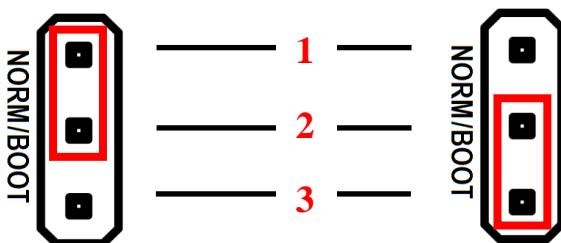

Рисунок 31. Разъем **SW1**: а) джампер в положении NORM (замкнуты контакты **1** и **2**); б) джампер разъема в положении BOOT (замкнуты контакты **2** и **3**)
6. Переставить джампер разъема **SW1** в положение **BOOT** (смотрите рисунок 31).